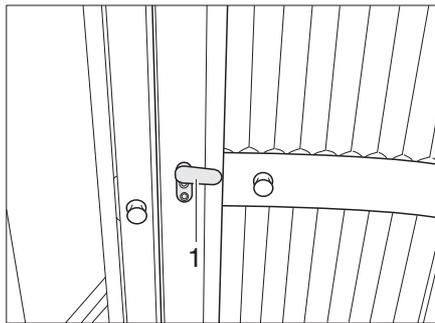

Bild 253 Vario-Toilette, Toiletten-Eingangstür
- Den Riegel (Bild 253,1) an der Toiletten-Eingangstür senkrecht stellen und das Innenteil der Toiletten-Eingangstür ausklappen.
- Das Innenteil zur Toiletten-Eingangstür drehen und zum Schließen den Riegel (Bild 253,1) waagrecht stellen.